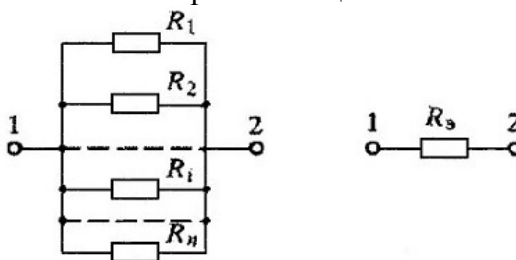

Рис. 2.1
2. Для участка цепи с параллельным соединением сопротивлений (рис. 2.1)